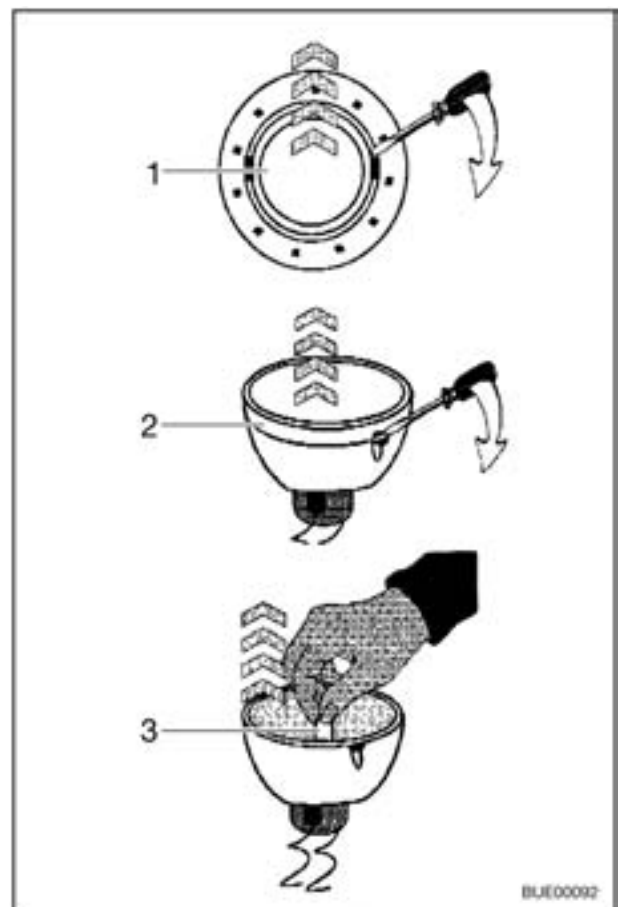

Bild 198 Halogenglühlampe wechseln
- Inneren Abdeckring (Bild 198,1) mit einem Schraubendreher vom Gehäuse lösen.
- Abdeckring mit der Glasscheibe (Bild 198,2) vom unteren Teil der Halogenleuchte mit einem Schraubendreher lösen.
- Halogenglühlampe (Bild 198,3) entfernen.